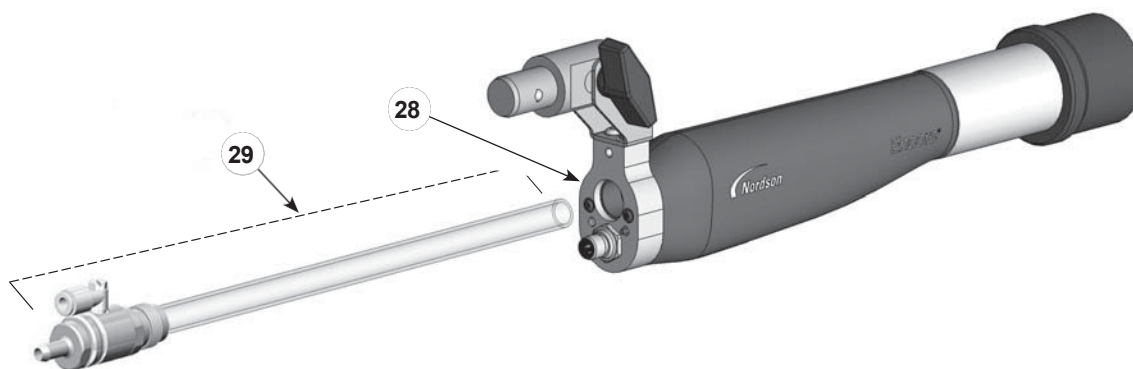

Figura 7-1 Înlocuirea tubului de pulbere T
19. A se vedea figura 7-1. Instalați tubul de pulbere (22) în adaptor (30) cu o mișcare de răsucire pentru a introduce tubul dincolo de O-ring-ul intern până când este complet așezat.